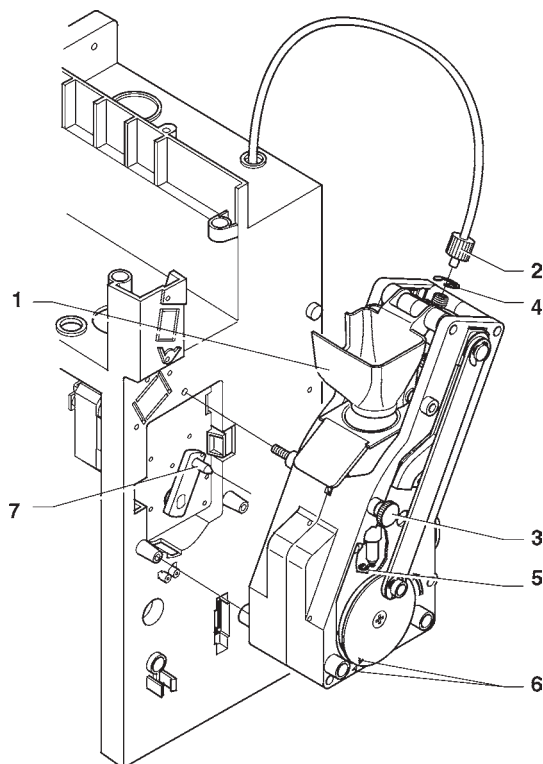

Fig. 24
- séparer le tuyau en Teflon de raccordement à la chaudière du piston supérieur, en prenant soin à conserver le joint (voir fig. 24);
- Démontez l'entonnoir café (voir fig. 24);